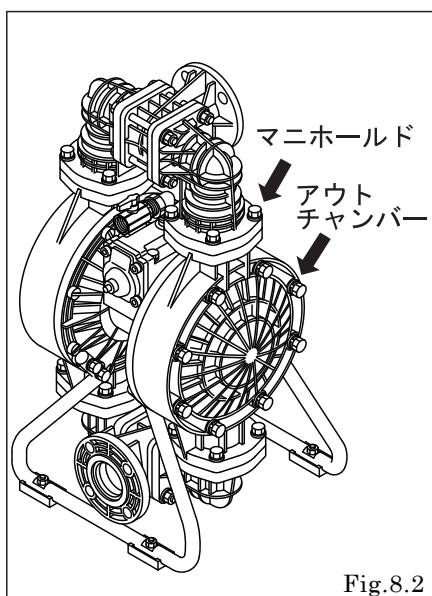

Fig.8.2
- ・増し締めは、「アウトチャンバー」「マニホールド」の順で行う。〔Fig.8.2〕